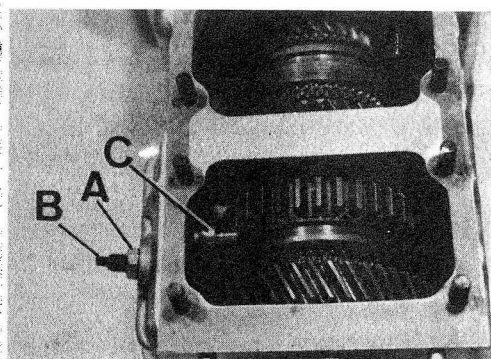

Fig. C1-74 Desmontaje palanca intermedia de marcha atrás
- 1.2. Aflojar la tuerca, A (Fig. C1-74) y extraer el pivote roscado, B de la palanca intermedia, C.
- 3.2. Montar el pivote roscado, B (Fig. C1-74) y la tuerca, A, centrando el primero sobre su alojamiento en la palanca intermedia, C, y roscar el pivote suavemente, - hasta que el patín quede presionando sobre el fondo de la canal del rodamiento, aflojando a continuación  $3/4$  de vuelta el pivote, B, y fijándolo en esta posición con la tuerca, A.